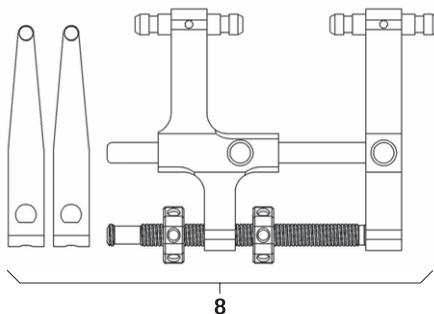

Рис. 13
- ▶ Установить дистрактор 8 с дистракционными пластинами, см. Рис. 13.